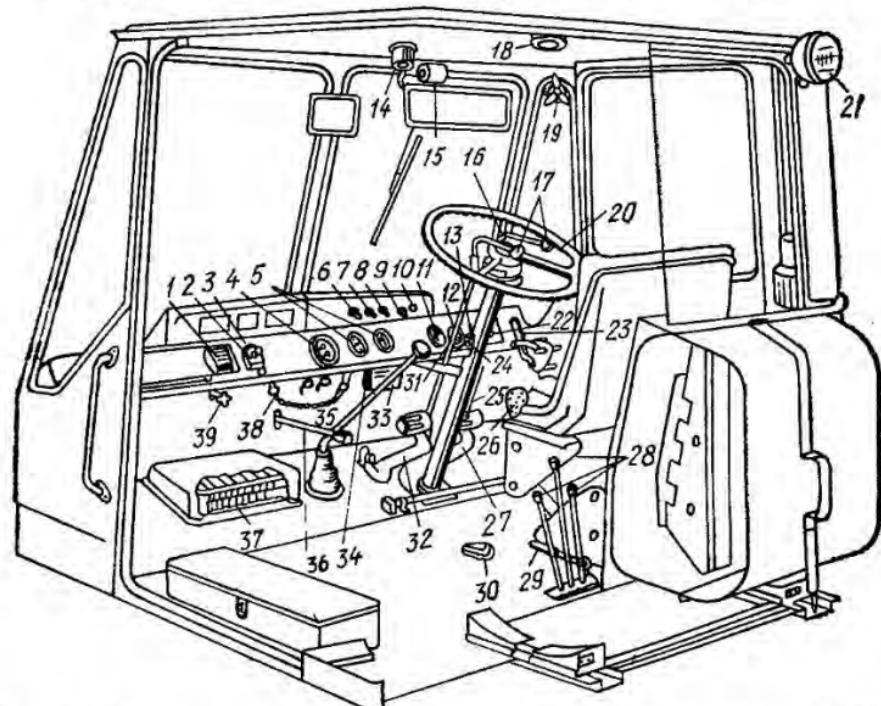

Рис. 9. Органы управления и контрольные приборы трактора Т-150.
колесных тракторах и являются специфическими для гусеничных (рис. 9):
1. Установить в нейтральное положение рычаг 22 (рис. 5) переключения рядов (34 на рис. 9).
3. Включить выключатель «массы» 3 (2 на рис. 9).